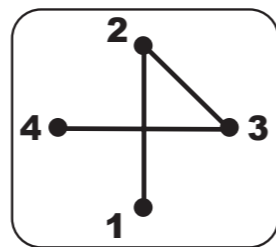

Fig. 3
12. Tighten clips in sequence (See figure 3). **DO NOT OVERTIGHTEN.**
12. Serrez les attaches de fixation en séquence. (Voir la figure 3.) **NE PAS TROP SERRER.**